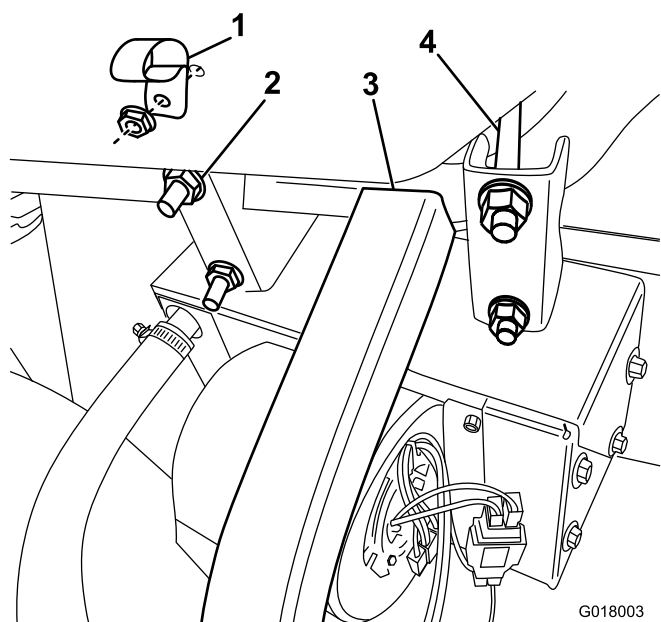

Рисунок 23
- Для машин, выпущенных в 2015 г. и ранее – присоедините обогреватель в сборе с кронштейном к передней трубе рамы, плотно прижав к U-образной раме, используя прилагаемые U-образные болты и фланцевые гайки (Рисунок 23).
5. Прикрепите R-образный хомут к вещевому ящику с помощью болта с фланцем и гайки (Рисунок 23).